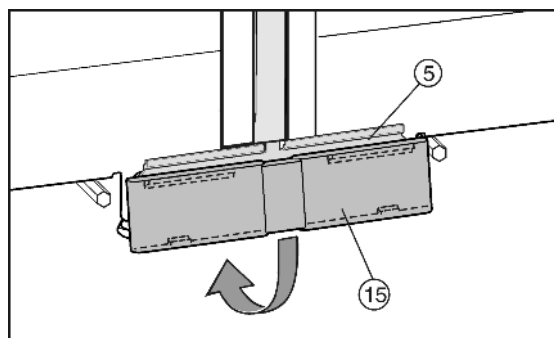

Fig. 11
- ▶ Sett det nedre dekselet Fig. 11 (15) påforbindelsesplaten Fig. 11 (5) ovenfra, og la det klikke på plass nede.